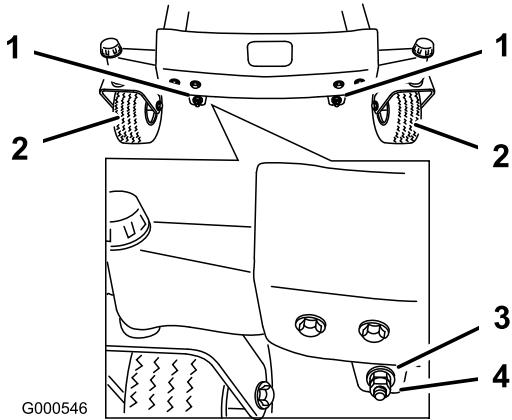
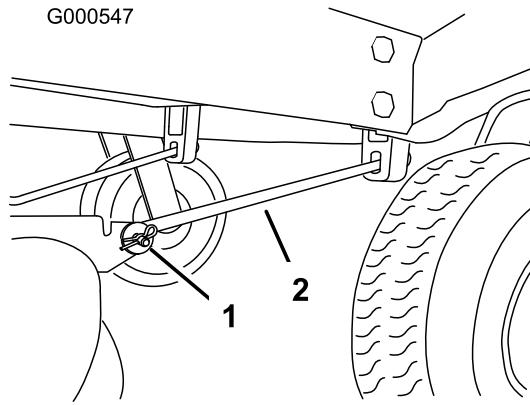

Figura 56
Figura 57
11. Para ajustar la inclinación longitudinal, retire las contratuerzas y luego gire las tuercas de ajuste de la parte delantera del cortacésped (Figura 56).
13. Después de ajustar en la misma medida ambas tuercas de ajuste, verifique de nuevo la inclinación longitudinal. Siga ajustando las tuercas hasta que la punta de la cuchilla más avanzada esté entre 1,6–7,9 mm más baja que la punta de la cuchilla más atrasada (Figura 56).
Nota: Después de ajustar las tuercas de ajuste, asegúrese de que no hay ninguna holgura en ninguna de las varillas (Figura 57). Apriete cualquiera de ellas para eliminar la holgura, si la hubiera (Figura 56).
4. Retire el pasador de horquilla y la chaveta de la varilla de soporte delantera de cada lado del cortacésped (Figura 57).
8. Conecte las varillas de soporte delanteras a la máquina con los pasadores y las chavetas (Figura 57).